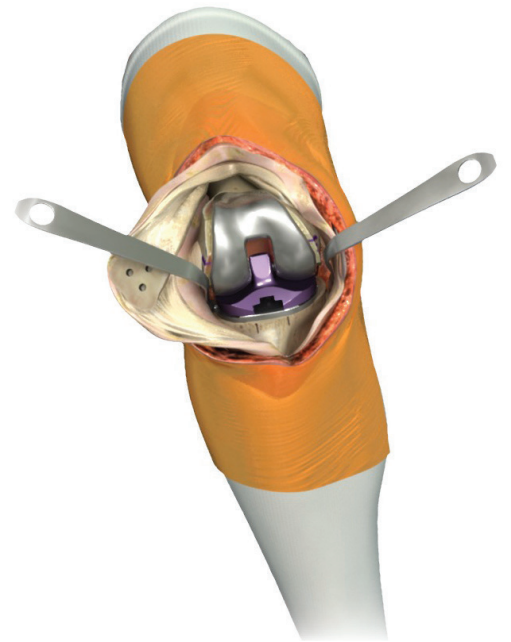

Figura 26d
6. Coloque la Prueba de Inserto del tamaño correspondiente dentro del Implante Tibial y extienda la pierna para ejercer presión al cemento. Retire cualquier exceso adicional de cemento (Figura 26d).